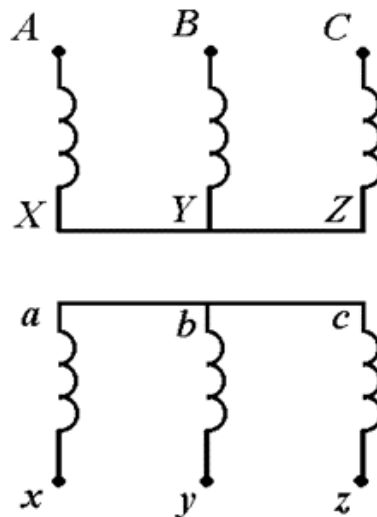

Рисунок 2 – Схема соединения обмоток трансформатора.
1) Подключите катушку AX трехфазного трансформатора к фазному напряжению $U_{\phi} = 127 \text{ В}$ (рисунок 2).